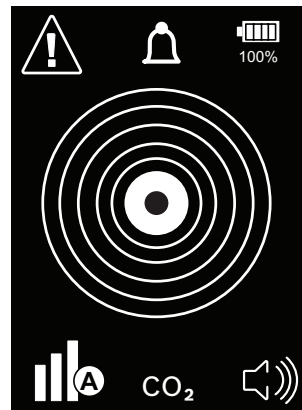

Fig. 4: Pantalla de bienvenida
- ⇒ Una *pantalla de bienvenida* mostrará todos los iconos (consulte la Fig. 4).